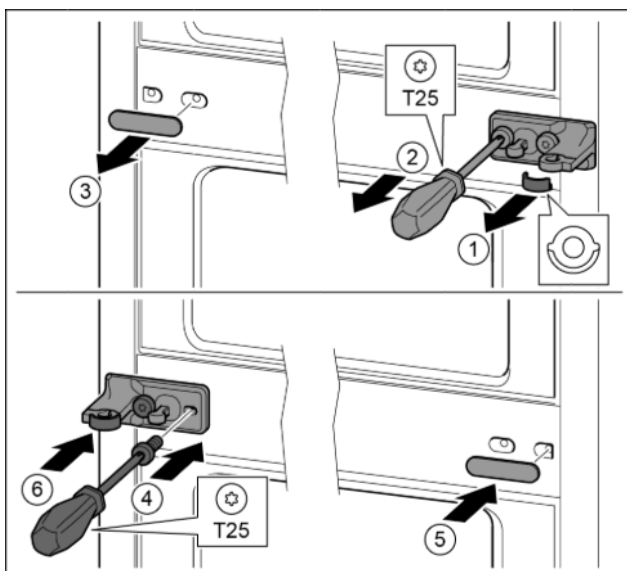

Fig. 26
- ▶ Scheibe abziehen. Fig. 26 (1)
- ▶ Schrauben mit Schraubendreher T25 herausdrehen. Fig. 26 (2)
- ▶ Abdeckung vorsichtig abziehen. Fig. 26 (3)
- ▶ Lagerbock mit Folie um 180° gedreht auf der anderen Seite fest anschrauben. Fig. 26 (4)
- ▶ Abdeckung um 180° gedreht auf der anderen Seite anbringen. Fig. 26 (5)
- ▶ Scheibe von vorn aufschieben. Fig. 26 (6)